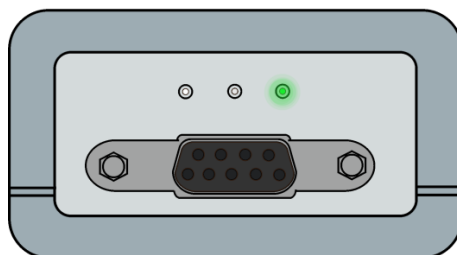

Рисунок 12 – Индикация работы УСА в режиме измерения напряжения
5. На УСА выбрать режим работы: измерение напряжения (рис.12, зеленый светодиод должен моргать, см. руководство по эксплуатации УСА).